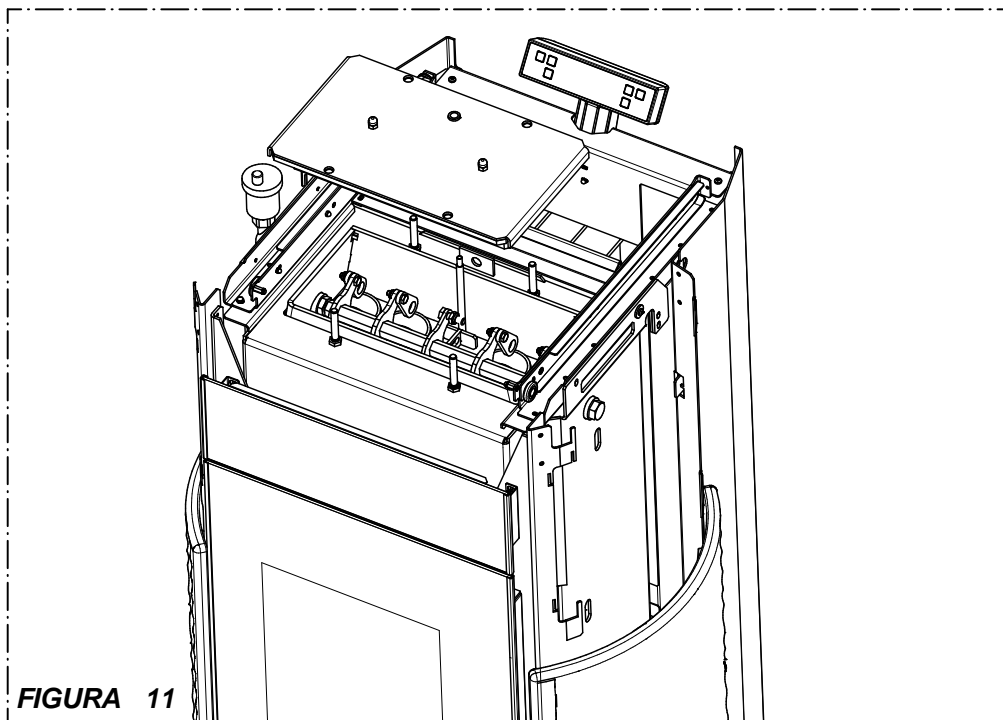

FIGURA 11
- Aspirare la cenere localizzata nel vano superiore giro fumi (Figura 11). Per accedere al vano togliere le 3 ceramiche superiori (Figura 6), togliere le 2 viti di blocco del coperchio serbatoio (Figura 7,8,9) e sganciare il coperchio A. Svitare i dadi ad alette e svitare il pomello scuoti turbolatori. Togliere il coperchio facendo attenzione a non danneggiare l'isolante montato sullo stesso (Figura 11).